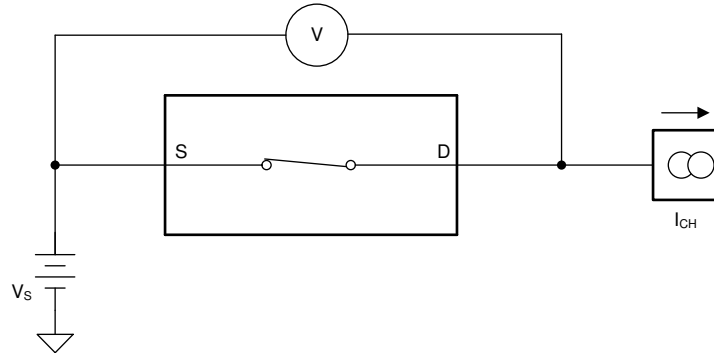

图 7-1. 导通电阻测量设置
TMUX6119 的导通电阻是器件源极 (SA 或 SB) 与漏极 (D) 引脚之间的欧姆电阻。导通电阻随输入电压和电源电压的变化而变化。符号 R_{ON} 用于表示导通电阻。图 7-1 展示了用于测量 R_{ON} 的测量设置。电压 (V) 和电流 (I_{CH}) 通过此设置进行测量， R_{ON} 的计算方法如方程式 1 所示：